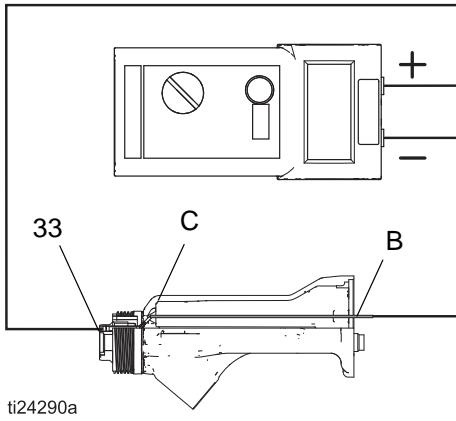

FIG. 22. Tabanca Namlusu Direncinin Test Edilmesi
1. (Güç kaynağı testi için sökülmüş olan) tabanca namlusunun içine, namlunun ön kısmındaki metal kantağa (C) doğru iletken bir çubuk (B) sokun.
2. İletken çubuk (B) ile iletken halka (33) arasındaki direnci ölçün. Bkz. FIGURE 22. Direnç, 10-30 megaohm olmalıdır. Direnç doğru değilse, namludaki metal kontak (C) ile iletken halkanın (33) temiz ve hasarsız olduklarından emin olun.
- Eğer direnç hala bu değerlerin dışındaysa, iletken halkasını (33) sökün ve iletken çubuk (B) ile iletken halkası oyuğunun alt kısmındaki iletken kablo arasındaki direnci ölçün.
- Eğer direnç bu değerlerin içindeyse, iletken halkasını (33) yenisi ile değiştirin. İletken halkanın uçlarını namlunun önündeki oluklara (S) geçirin, daha sonra halkayı oluk içine sıkıca bastırın.